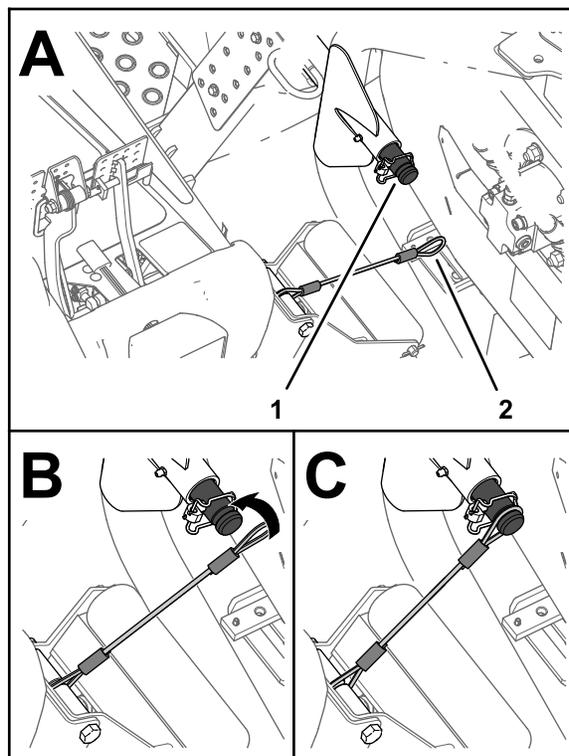

Figura 26
5. Allineate il cordino all'albero portante del braccio di sollevamento dell'apparato di taglio anteriore esterno (Figura 26).
6. Fate scorrere l'occhiello del cordino sull'albero portante fino a quando non è completamente inserito nella scanalatura sull'albero (Figura 26).